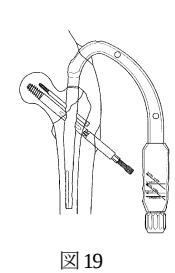

図19
- 17) ラグスクリュー用インサータを残したまま、ラグスクリュー T レンチを取り外します。(図19)